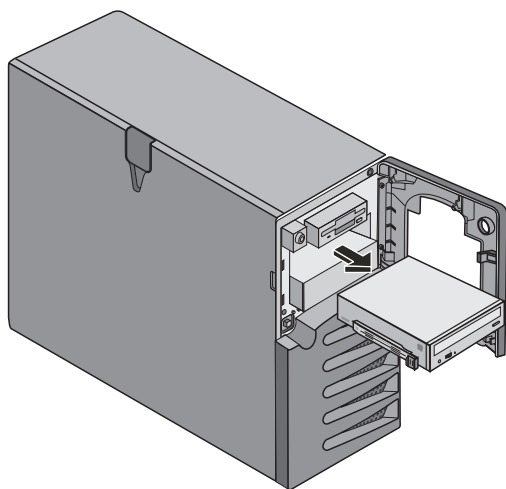

Figura 2-6: Extracción de la unidad de CD-ROM
5. Presione los dos pasadores de la unidad hacia dentro y, sujetando el disco por los lados, deslice suavemente la unidad fuera del chasis. Consulte la figura 2-6.